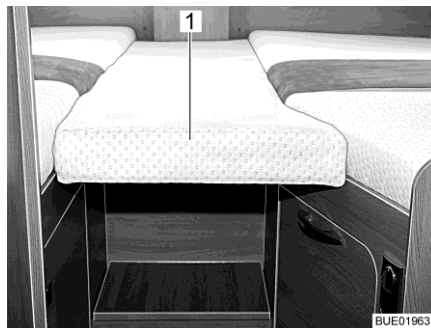
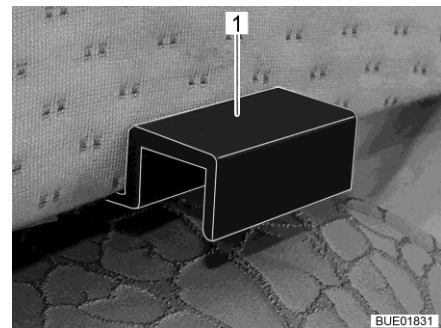

Bild 152 Extra dyna
Bild 153 Fäste extra dynor
- Häng extra dynan (Bild 152,1) med fästena (Bild 153,1) så att det blir en stängd sängyta i enkelsängarnas öppning.